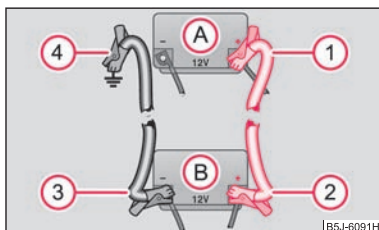

Fig. 157 Démarrage à l'aide de la batterie d'un autre véhicule : A - Batterie déchargée, B - Batterie fournissant le courant
- Fixez une extrémité ① au pôle positif ⇒ fig. 157 de la batterie déchargée (A).
- Fixez l'autre extrémité ② au pôle positif de la batterie fournissant le courant (B).